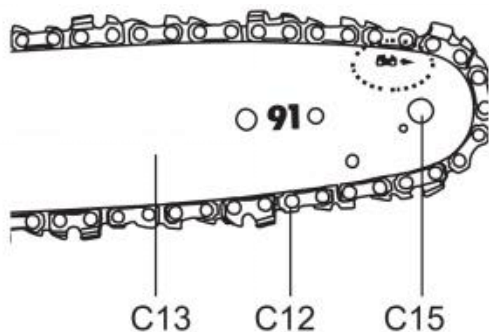

Fig. 11
7) Sågkedjans rörelse är som anges av pilen (bild 11). Se till att sågkedjan (C12) är korrekt placerad över kedjehjulet (C15) på svärdet (C13). (Bild 11)